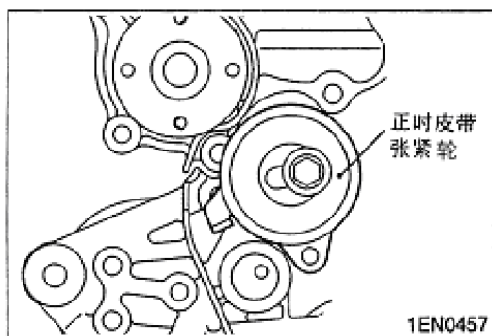

图 3-9
(2) 正时皮带涨紧器、涨紧器弹簧的安装
- a. 将正时皮带涨紧器锁定在图 3-9 所示位置。